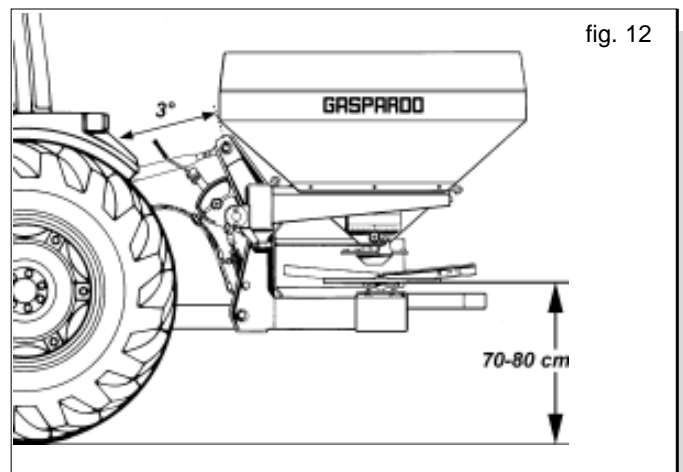

fig. 12
- 6 - Registrare la lunghezza dell'attacco al terzo punto in modo che lo spandiconcime lavori in posizione orizzontale, circa 70-80 cm dal suolo (fig.12).